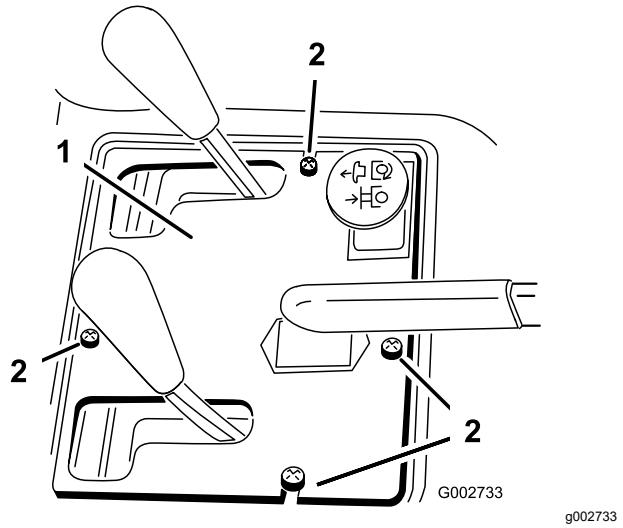

Рисунок 36
2. Снимите 4 винта, которые крепят панель управления к раме (Рисунок 36).